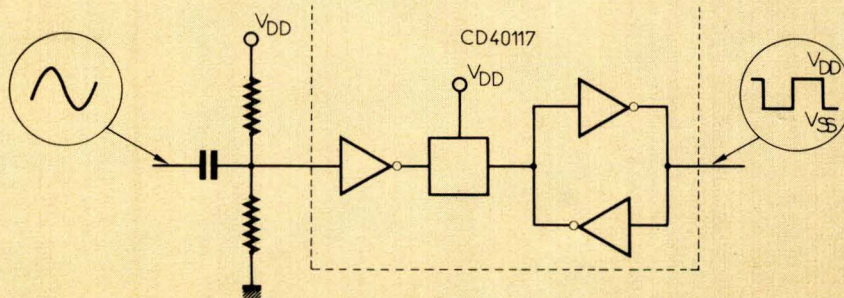

Fig. 7.
- Figure 7. – Circuit de mise en forme.